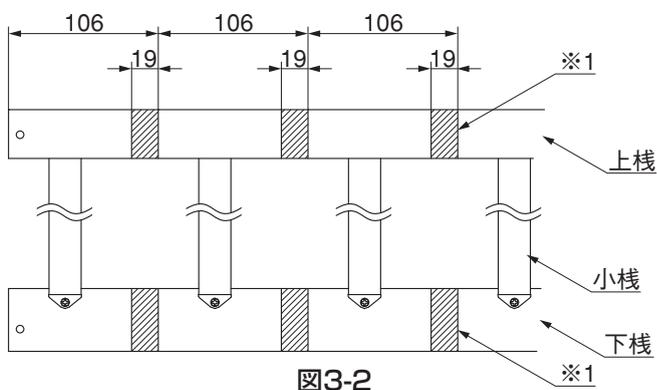

図3-2
- 1 パネルAは切詰め寸法に制限があります。図3-2の斜線部(※1)の範囲内で、上棧・下棧を切断してください。